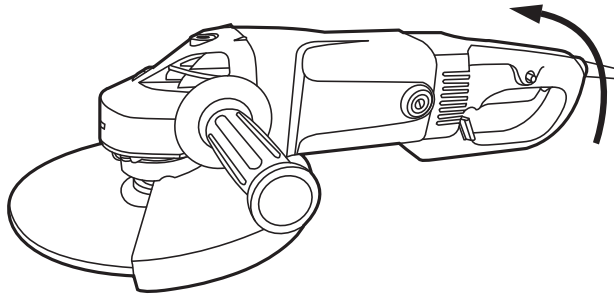

Abb. 17
2. Drehen Sie den Haupthandgriff (3) ein wenig in die gewünschte Richtung und lassen Sie die Entriegelung (5) los.
3. Drehen Sie den Haupthandgriff (3) weiter, bis dieser mit einem Klick-Geräusch hörbar einrastet und spürbar arretiert ist (Abb. 17).